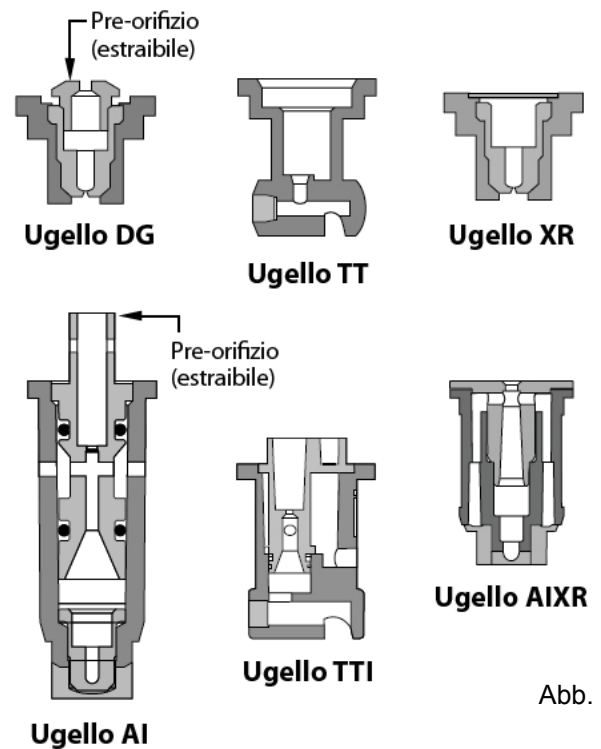

Abb. 129
Das Abdriftpotential kann auch dann auf ein Minimum beschränkt werden, wenn der Gebrauch von Düsen mit kleineren Maßen vorgesehen ist, es genügt, die korrekte Anwendungsweise einzuhalten. Düsen wie die Turbo TeeJet (TT), TeeJet® mit Luftinduktion (AI) und Drift Guard TeeJet (DG) erzeugen Tropfen mittlerer und großer Größe, auch wenn die Düse selbst klein ist. Die größeren Tropfen sind der Abdrift weniger ausgesetzt, aber in einigen Fällen kann die Abdeckung des Zielbereichs kleiner sein, weil die Anzahl der Tropfen reduziert ist. Diese Tatsache muss vor allem dann berücksichtigt werden, wenn man chemische Produkte als Pflanzenschutz verwendet, die durch Kontakt wirken. Die mit der technologischen Vorrichtung der Vor-Öffnung versehenen Düsen mit breit-winkliger Öffnung können bei gleichen Druckverhältnissen eine reichere Auswahl an Tropfengrößen erreichen, ohne dabei die Durchflussmenge zu reduzieren. Die Düsen DG, AI, TT, TTI und AIXR verfügen über die Vor-Öffnungstechnologie, die eine Hauptkomponente zum Regulieren der Durchflussmenge darstellt. Die größere Austrittsöffnung bietet die Funktion der Sekundärregulierung und gewährleistet die Erzeugung des Strahls (Abb. 129). Die Venturi-Düsen, wie zum Beispiel die AI, TTI und AIXR verwenden die Vor-Öffnung, um einen Flüssigkeitsdurchfluss bei hoher Geschwindigkeit zu erzeugen, dann saugen sie während des Durchfließens durch eine seitliche Öffnung Luft an. Dieses Gemisch aus Flüssigkeit und Luft wird dann mit niedriger Austrittsgeschwindigkeit abgegeben, sodass sehr große Tropfen geformt werden, die aber Luft ent-